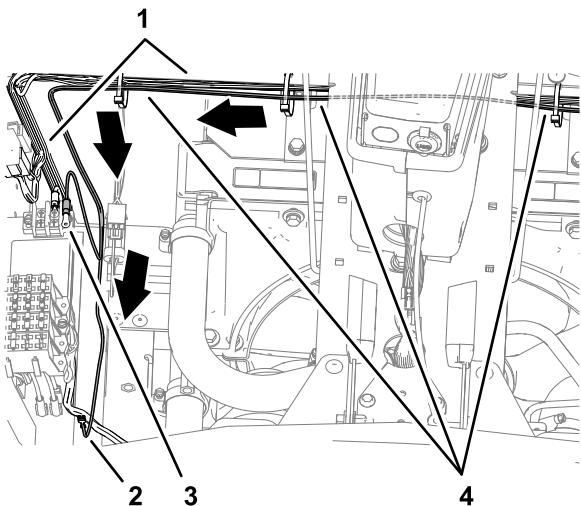

Figure 73
3. Acheminez le faisceau avant sous la console centrale, puis vers l'arrière en direction du porte-fusibles et du bornier de masse (Figure 73).